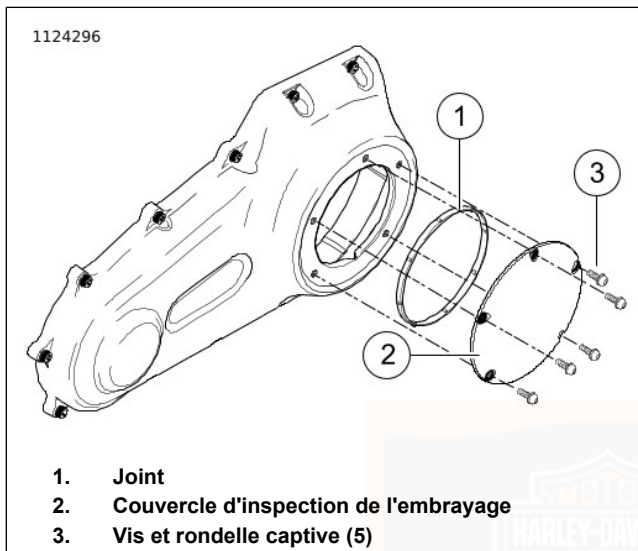
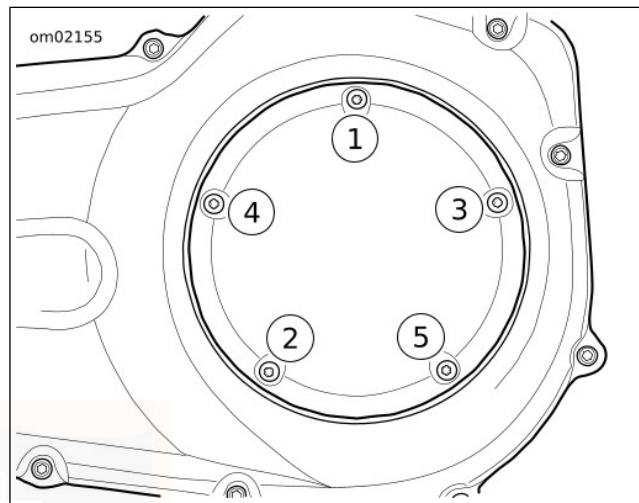

Figure 73. Couvercle d'embrayage (classique)
Figure 74. Séquence de serrage de couvercle d'embrayage
6. Voir Figure 73 . Déposer les vis (3) et le couvercle d'inspection de l'embrayage (2).
7. Déposer le joint (1). Essuyer l'huile de la rainure du couvercle du carter de chaîne et de la surface de montage.
- b. Voir Figure 73 . Placer un joint **neuf** (1) dans la rainure du couvercle d'inspection de l'embrayage (2). Enfoncer chaque patte du joint dans la rainure.
- c. Fixer le couvercle d'inspection de l'embrayage (2) à l'aide de vis et de rondelles captives (3).
- d. Voir Figure 74 . Serrer dans l'ordre indiqué à un couple de 9,5–12,2 N·m (84–108 **in-lbs**).